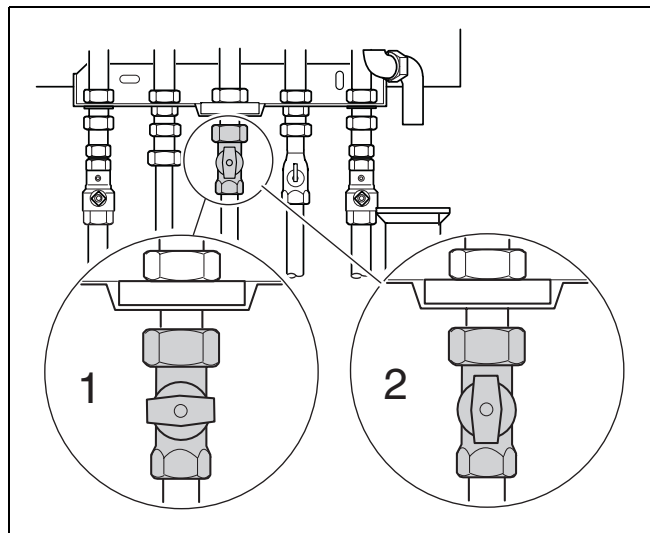

fig. 24 Gashane
- Gashanen lukkes (fig. 24, pos. 1).
- Gashanen åbnes (fig. 24, pos. 2).
- Gashanen under kedlen lukkes (fig. 24, pos. 1).